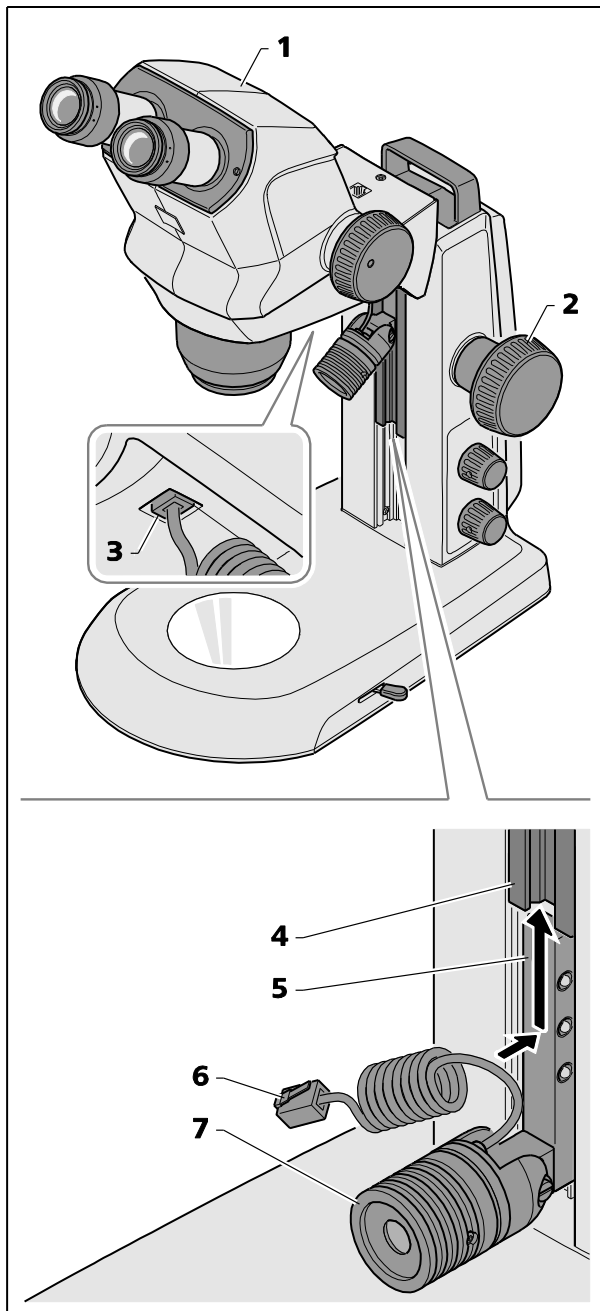

Fig. 8 Montaggio dell'illuminatore spot
- Spostare il corpo del microscopio (Fig. 8/1) nella posizione più alta usando la manopola di messa a fuoco (Fig. 8/2).
- Inserire l'illuminatore spot (Fig. 8/7) nello stativo facendo scorrere il supporto (Fig. 8/5) nella guida dello stativo (Fig. 8/4) dal basso e spingerlo verso l'alto nella posizione desiderata.
- Inserire la spina del cavo di collegamento (Fig. 8/6) dell'illuminatore spot nella presa inferiore del supporto Stemi (Fig. 8/3).